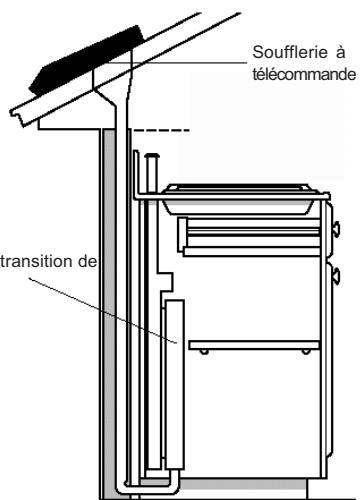

Fig. 3
F. Vérifier les chemins de conduit potentiels et choisir le plus court possible depuis l'appareil au mur extérieur ou au toit par un mur intérieur et le grenier. À des fins d'aide, des installations de conduit typiques sont montrées aux figures 3 à 6. L'installation pour un îlot requiert un conduit sous le plancher. Les emplacements péninsules requièrent habituellement des conduits latéraux par les armoires ou sous la base des armoires. Il faut prendre en considération les interférences potentielles des conduits par la structure de l'édifice (montants de plancher ou mur) et les services utilitaires (câblage électrique, eau, gaz, etc.).
Figures 3 à 6 sont des exemples de conduits